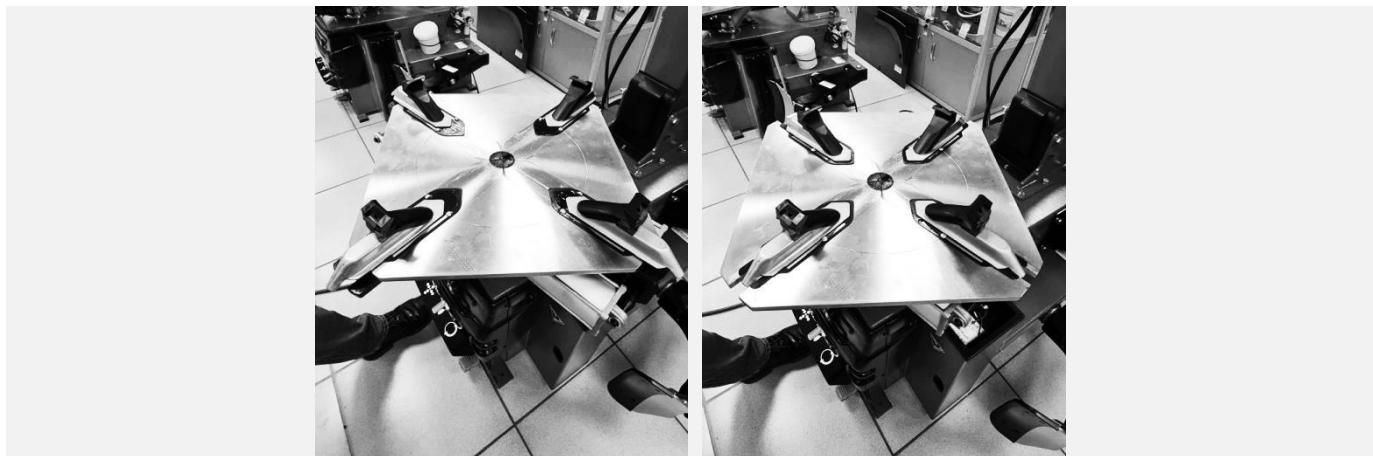

Рисунок 51
- Плавно нажать педаль управления зажимными кулачками до среднего положения, сведя зажимные кулачки таким образом, чтобы насечка на поворотном столе примерно соответствовала диаметру колеса, промаркированному на ползунке кулачка (см. Рисунок 51).